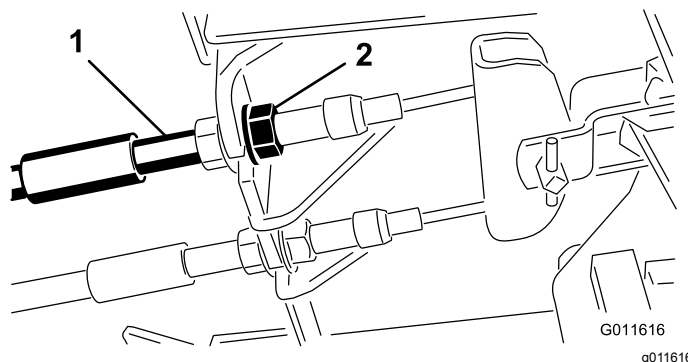

Bild 87
1. Ziehen Sie zum Reduzieren des Spiels der Bremspedale die Bremsen fester – lockern Sie dazu die vordere Mutter am Gewindeende des Bremszugs (Bild 87).